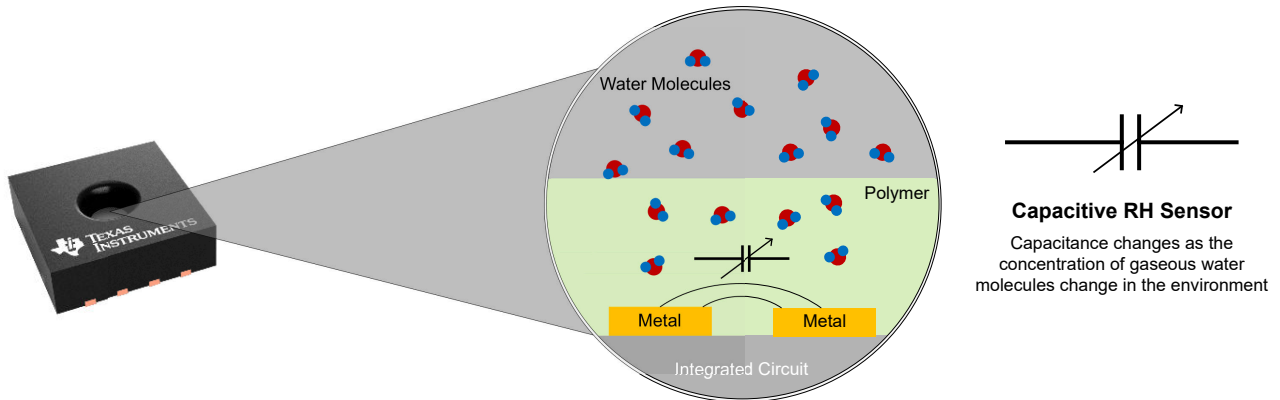

图 2-1. 检测聚合物示例
- 检测聚合物：电容式 RH 传感器利用暴露的聚合物捕获空气中的水分。这种捕获的水分会填充聚合物中的空隙，从而改变聚合物的介电常数。介电常数的这种变化会导致聚合物下方的检测电极的电容发生变化。温度和湿度条件还会影响聚合物检测潮湿空气以及其他多余成分（例如其他化学品）的方式。图 2-1 展示了简化的传感器结构，其中聚合物充当从空气中捕获水分的介质。